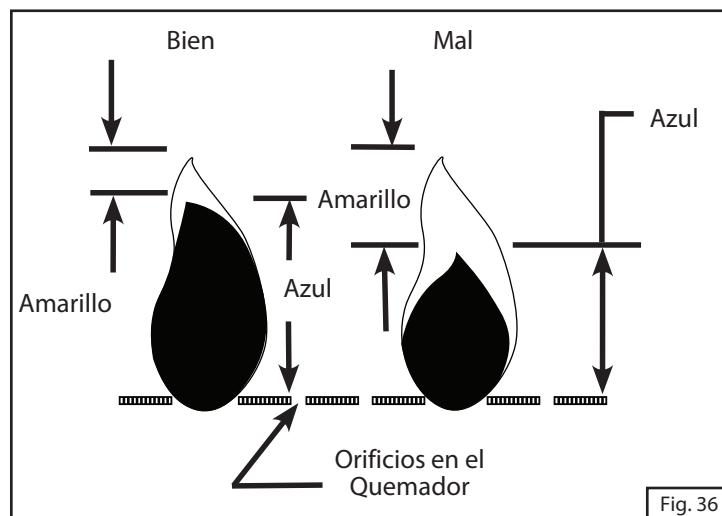

Fig. 36
- Las llamas deben parecerse a la llama buena mostrada en la Fig. 36 y de la manera siguiente: